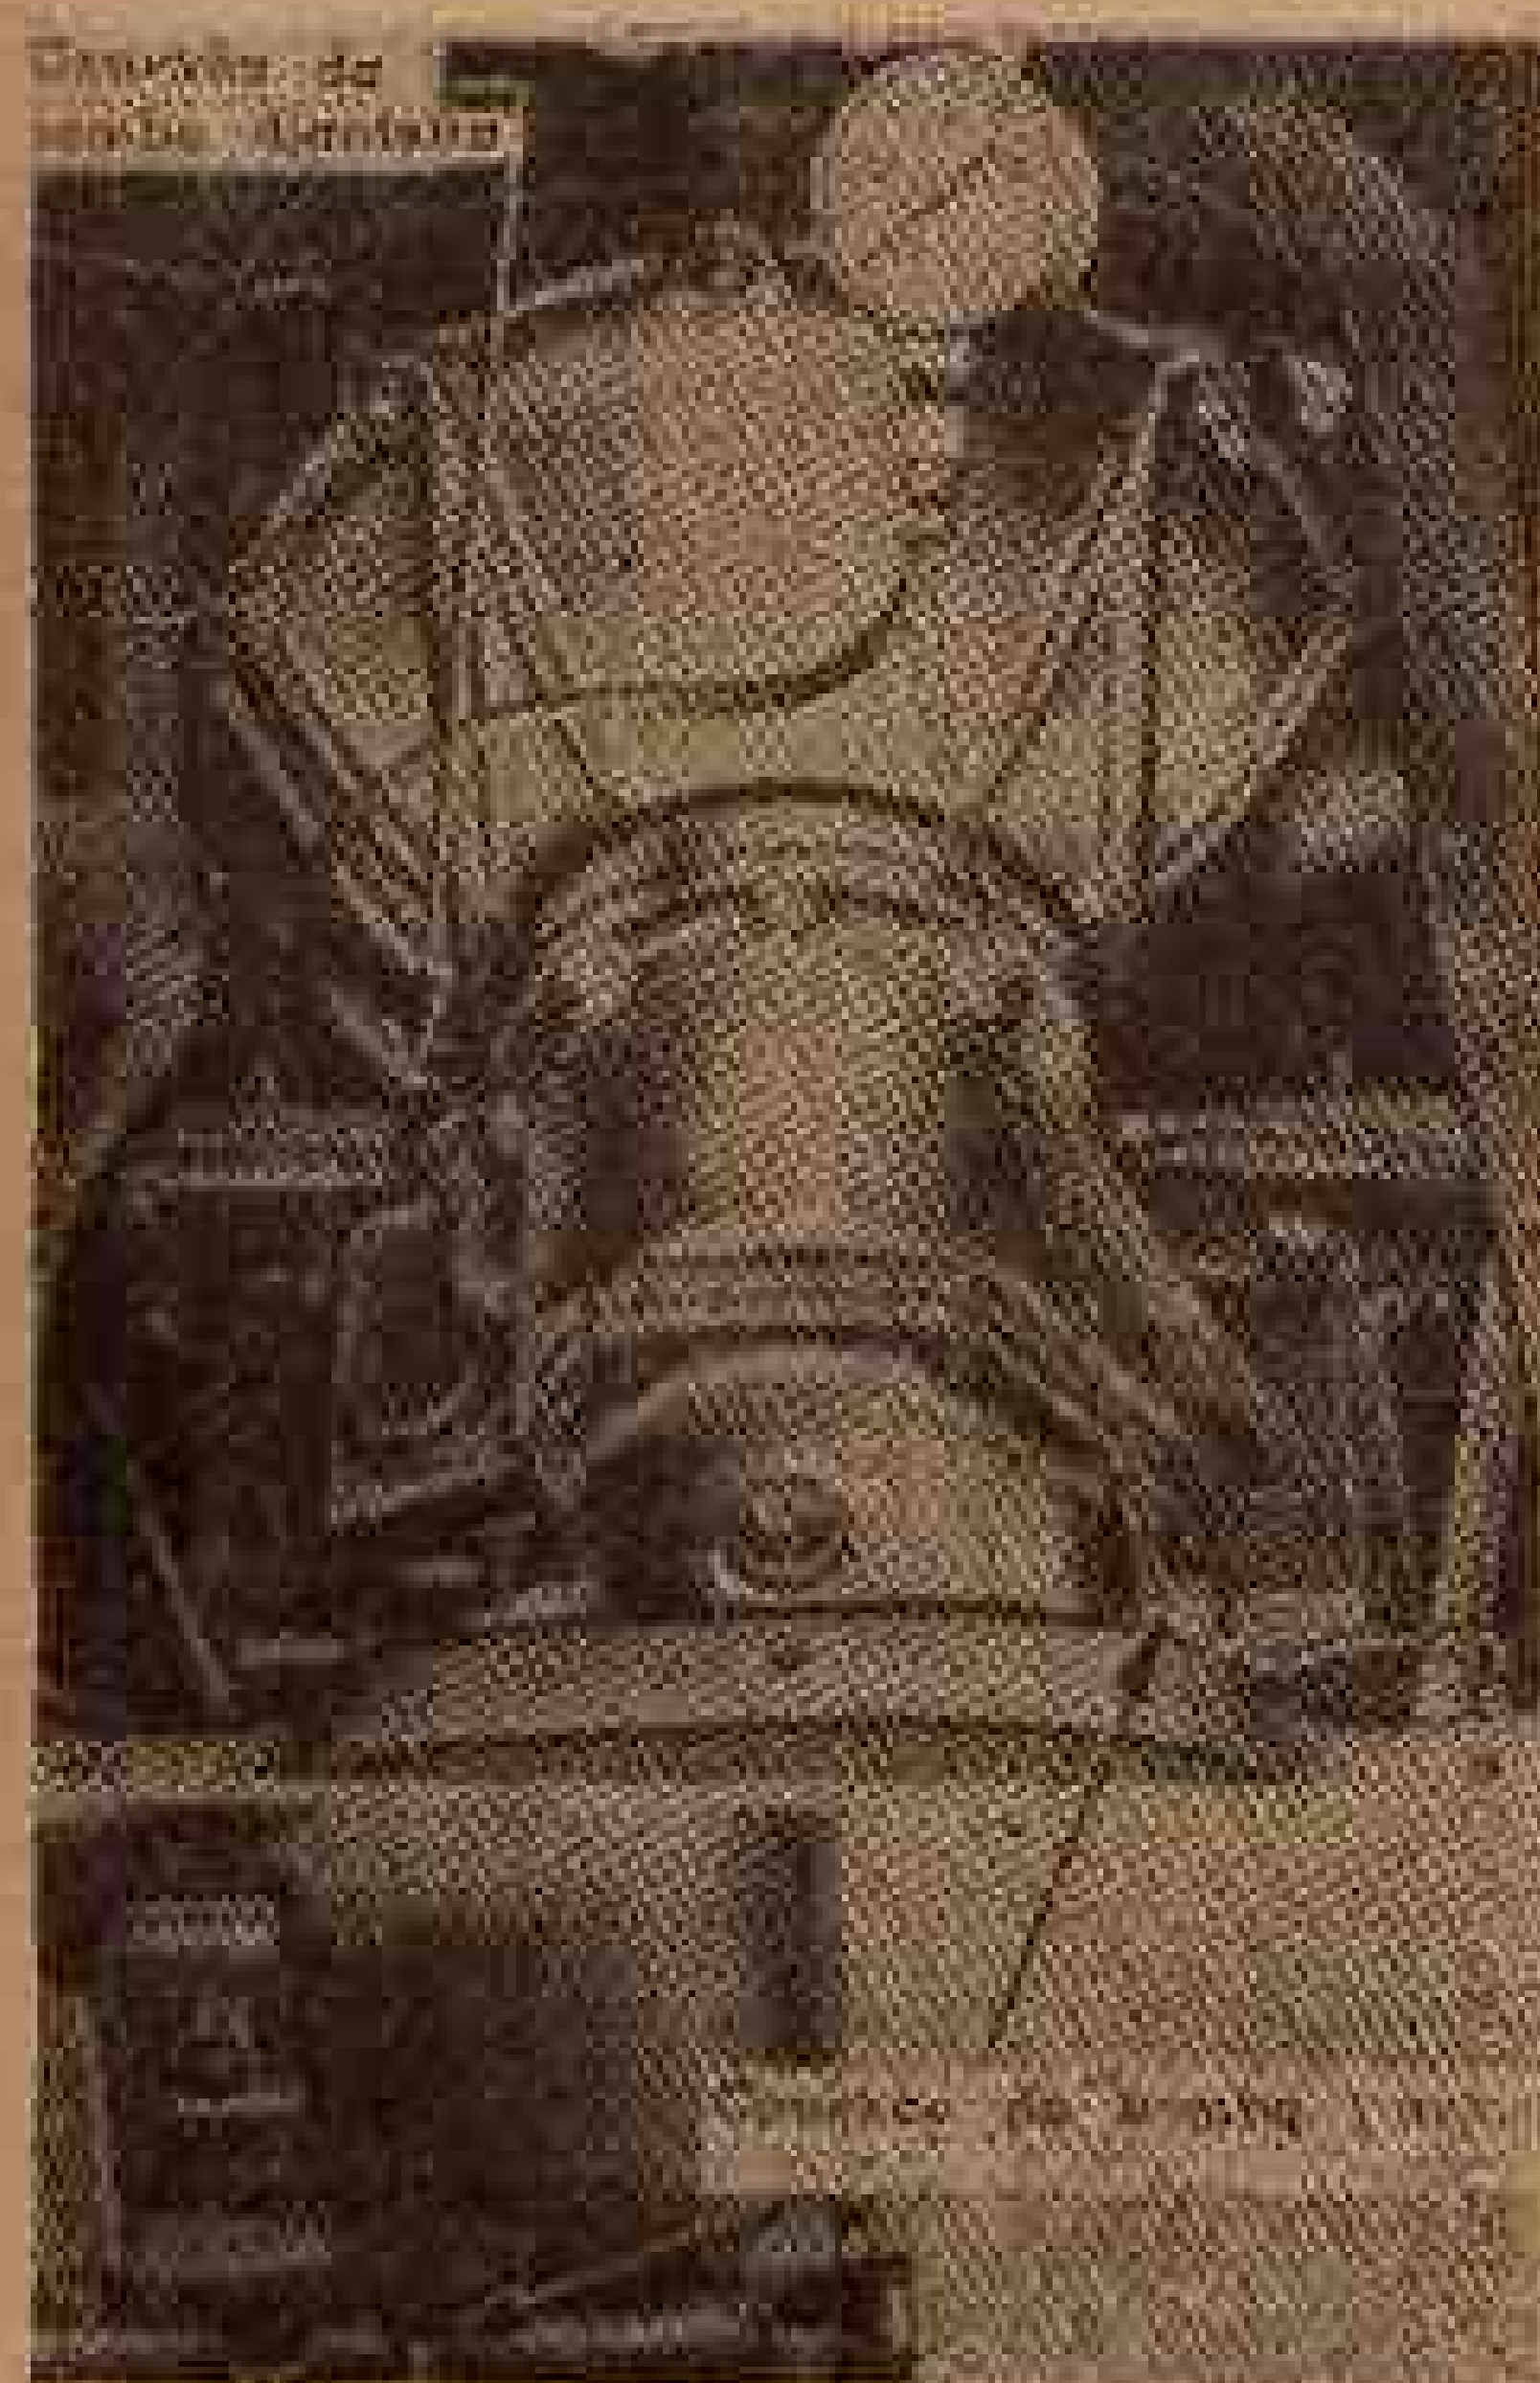

Fig. 20 — Ligações do calibrador para os tests de pressão das bombas
- 2º — Na bomba de óleo traseira (fig. 20).